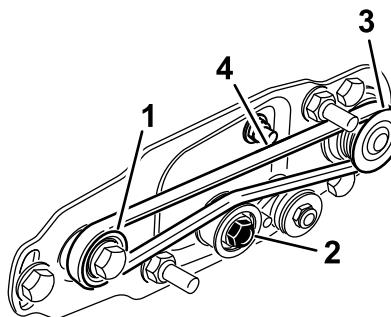

Figura 16
- Avvolgete la cinghia intorno alla puleggia **condotta** e successivamente intorno alla parte superiore della puleggia tendicinghia (Figura 16).
- Iniziate ad avvolgere la cinghia sulla **puleggia** motrice (Figura 16).